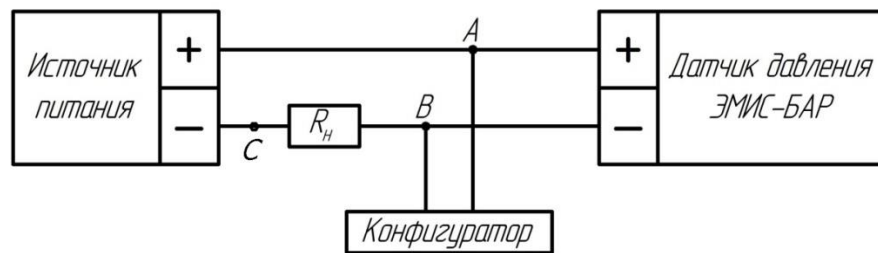

Рисунок 41 – Схема подключения датчика с устройством HART– коммуникации
2.7.4 Если система построена по схеме "точка – точка" (рисунок 41, 42), то основная переменная может быть считана как в аналоговом виде, так и в цифровом. В многоточечной же системе аналоговая информация недоступна и считывание величины давления происходит только в цифровом виде.